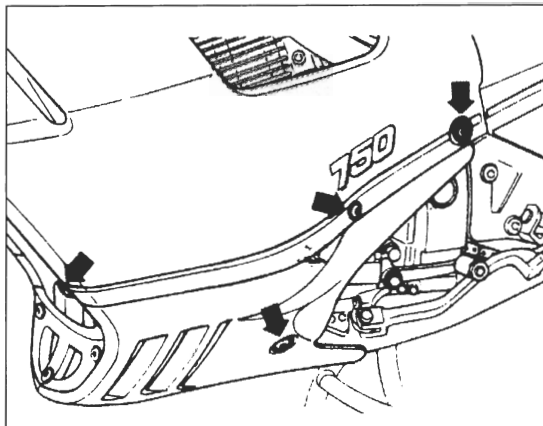

Bild 3
- Vier Befestigungsschrauben ausdrehen und untere Verkleidungsschalen abnehmen (Bild 3).